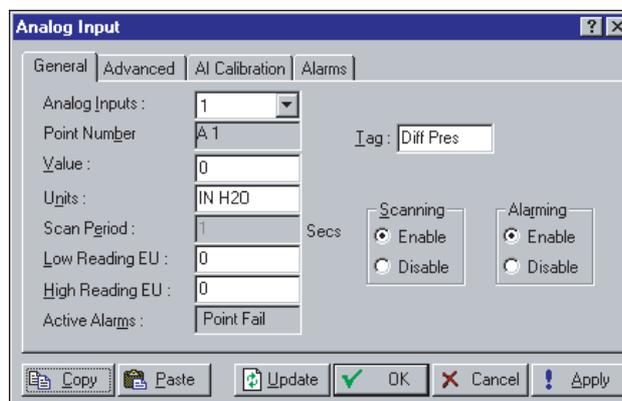

Figura 4-1. Entradas Analógicas - Geral
1. Selecione Configure > I/O > **AI Points**. Consulte a Figura 4-1.